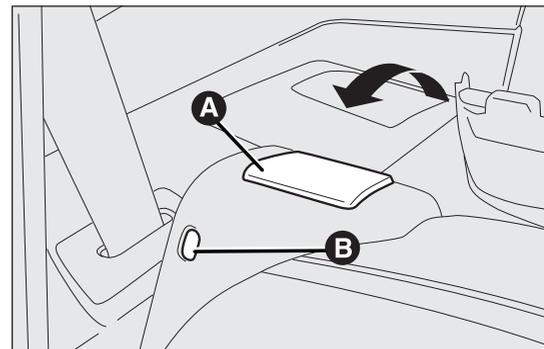

fig. 73
- ❑ *per versioni con sedile posteriore sdoppiato*: sollevare la leva A fig. 73 di ritegno schienale e ribaltare quest'ultimo in avanti in modo da ottenere un vano di carico uniforme. Il sollevamento della leva è evidenziato da una "banda rossa" B fig. 73;